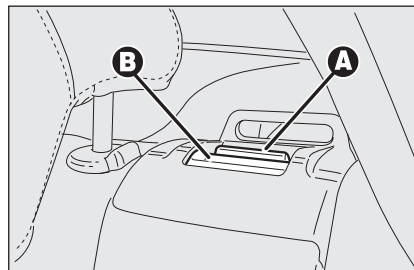

fig. 96
- soulever le levier **A-fig. 96** de retenue du dossier et le renverser vers l'avant. Le soulèvement du levier est mis en évidence par une "bande rouge" **B**.
S'assurer que le dossier est correctement accroché sur les deux côtés ("bandes rouges" B-fig. 96 non visibles) pour éviter que, en cas de freinage brusque, le dossier puisse se projeter vers l'avant en provoquant des blessures aux passagers.